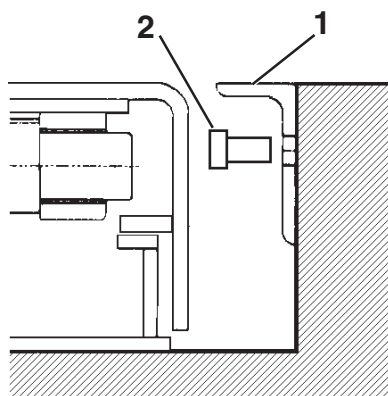

Fig. 18
N.B. Dopo avere fissato il ponte, forare con punta Ø9 per fissare l'angolare 1 (Fig. 18) mediante gli appositi tasselli 2.
corner piece 1 (Fig. 18) using the relative plugs 2.
Verdübeln der Bühne mit einem Ø 9 Bohrer bohren und das Winkelstück 1 (Abb. 18) mit den passenden Dübeln 2 befestigen.
Die Taste "Senken" betätigen. Die Hebebühne fährt herunter avec une pointe de diamètre 9 pour fixer la cornière 1 (Fig. 18) en utilisant les chevilles appropriées 2.
NOTA: Una vez fijado el puente, agujerear con un taladro de diámetro 9 para sujetar el angular 1 (Fig. 18) con los tacos apropiados 2.